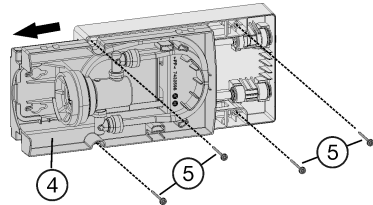

Fig. 57
- ▶ Sortir le tiroir Fig. 57 (4) jusqu'à la position d'arrêt.
- ▶ Fixer le module à l'aide de 4 vis Fig. 57 (5) à l'avant à travers les trous oblongs et à l'arrière directement à travers le module.